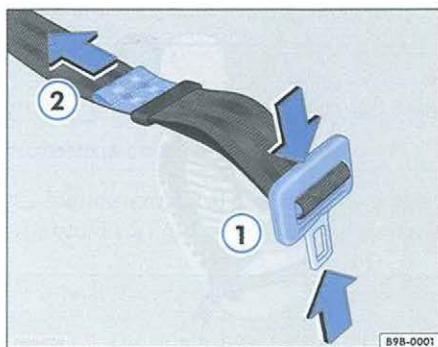

Fig. 14 Cinturón subabdominal
- Presione la lengüeta conforme lo ilustrado ⇒ fig. 14 ① -flechas- y alargue totalmente el cinturón.